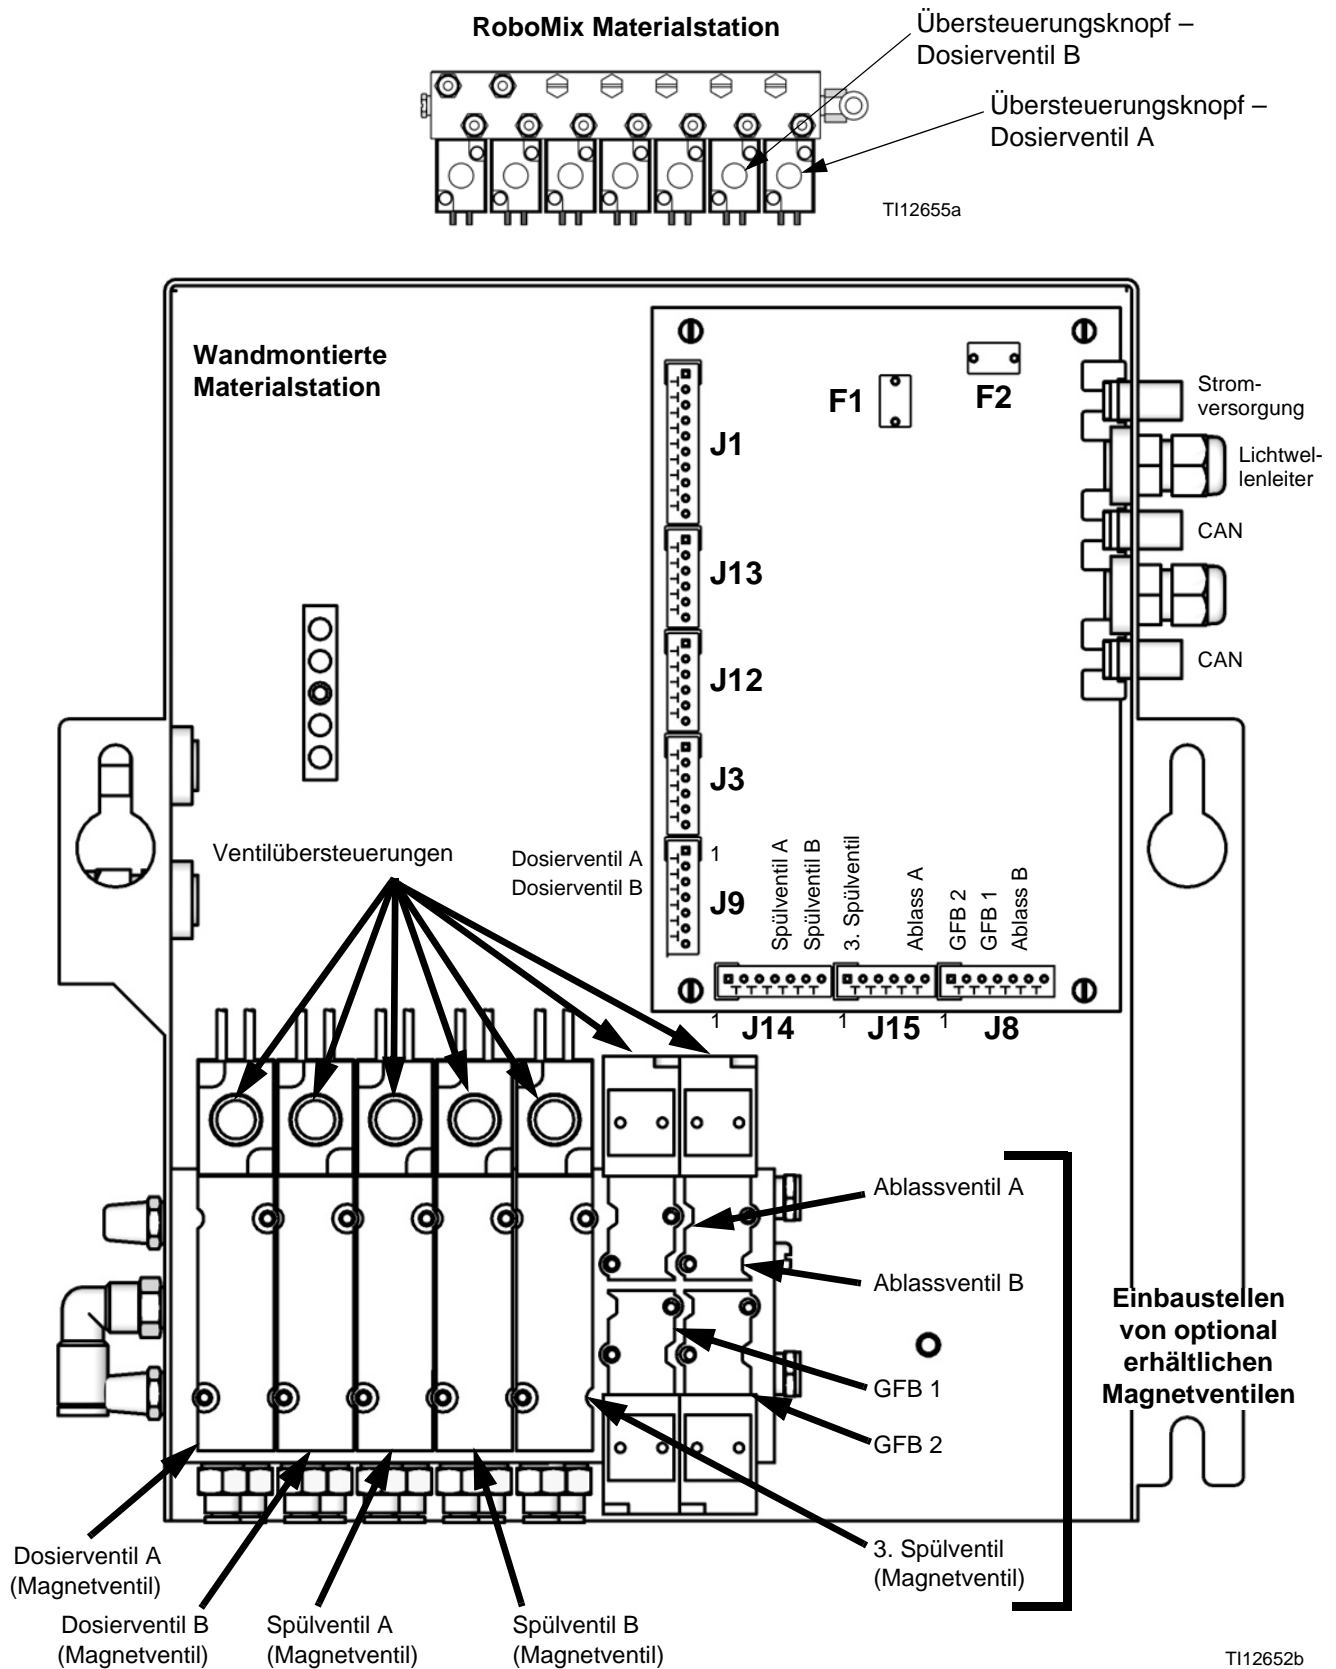

ABB. 117. Materialmagnetventile
2. Drücken Sie bei betätigtem Pistolenabzug die manuelle Übersteuerung an den Dosiermagnetventilen A und B, um den Druck zu entlasten. Siehe ABB. 117.
5. Drücken Sie bei betätigtem Pistolenabzug die manuelle Übersteuerung an den Spülmagnetventilen A und B, um den Luft- und Lösemitteldruck zu entlasten. Siehe ABB. 117. Vergewissern Sie sich, dass der Lösemitteldruck auf 0 herabgesetzt wurde.
3. Betätigen Sie die Übersteuerung des Ablassmagnetventils der Komponente A und halten Sie diese gedrückt, ABB. 117.
5. Betätigen Sie die Übersteuerung des Ablassmagnetventils der Komponente B und halten Sie diese gedrückt, ABB. 117.
7. Betätigen Sie die Übersteuerung des Ablassmagnetventils der Komponente A und halten Sie diese gedrückt, ABB. 117.
9. Betätigen Sie die Übersteuerung des Ablassmagnetventils der Komponente B und halten Sie diese gedrückt, ABB. 117.
4. Nehmen Sie die Abdeckung der Materialstation ab, um auf die Magnetventile zugreifen zu können. Siehe ABB. 117 auf Seite 108.